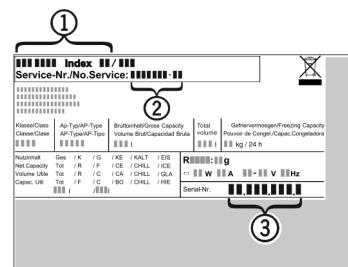

Fig. 15
- Z typového štitku odčítajte označenie zariadenia Fig. 15 (1), servisné č. Fig. 15 (2) a sériové č. Fig. 15 (3). Typový štitok je na ľavej vnútornej strane zariadenia.
- Upovedomte zákaznícky servis a oznámte chybu, označenie zariadenia Fig. 15 (1), servisné č. Fig. 15 (2) a sériové č. Fig. 15 (3).